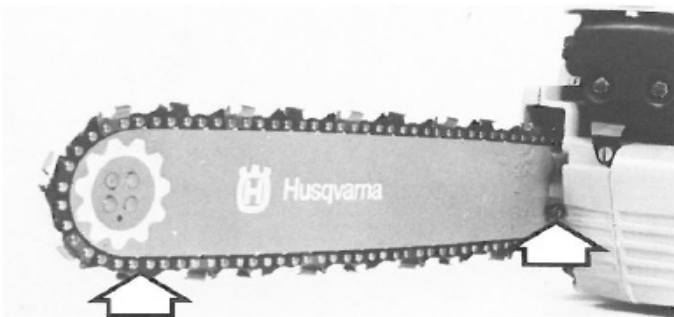

Fig. 3
E. Sträck kedjan samtidigt som svärdspetsen pressas uppåt. (se fig. 3). Kedjan får inte sträckas hårdare än att den kan dragas runt för hand. Drag fast svärdsmuttern.